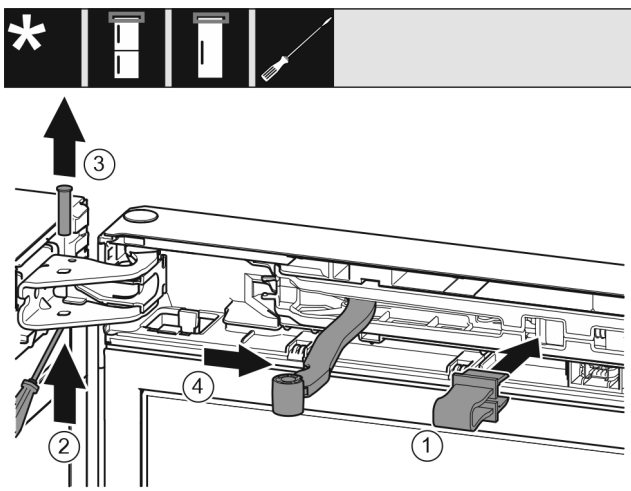

Fig. 8
- ▶ Fiksatorių užfiksukite angoje. Fig. 8 (1)
- ▶ Atsuktuvu išsukite varžtus. Fig. 8 (2)
- ▶ Ištraukite varžtus į viršų. Fig. 8 (3)
- ▶ Pasukite lankstą durų kryptimi. Fig. 8 (4)